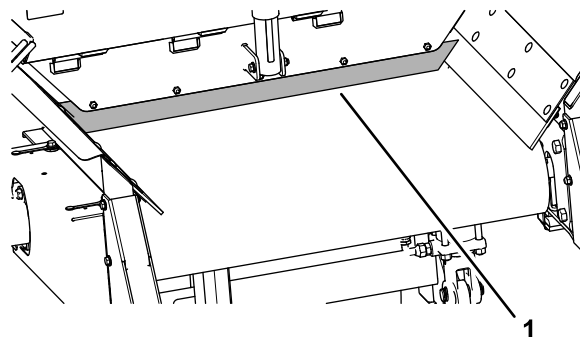

Bild 57
5. Entfernen Sie den Abstreifer zur Förderbandreinigung am Heck der Maschine (Bild 57).